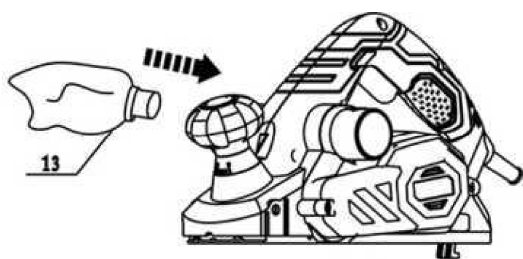

Fig. 3
- Aliniați conectorul sacului colector de praf (13) la orificiul de extragere al prafului situat pe ambele laturi ale produsului și introduceți-l complet până la oprire (Fig. 3).
- Scoateți conectorul printr-o mișcare de răsucire pentru a detașa sacul colector de praf (13).